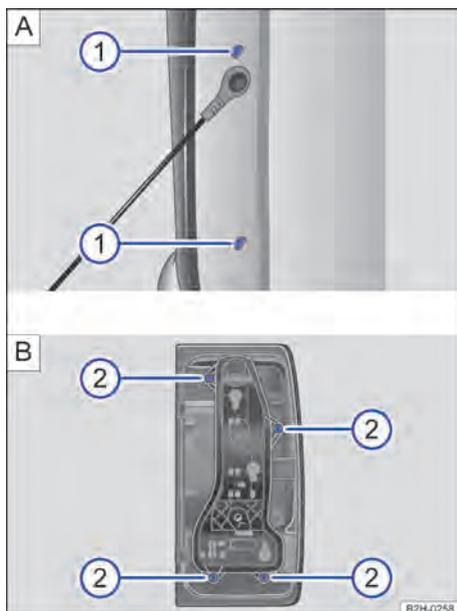

Fig. 145 A: lateralmente no compartimento de carga: remover a lanterna traseira. B: soltar o suporte da lâmpada.
→ Fig. 145 e → Fig. 146
- 3 Remover dois parafusos de cabeça Philips/Torx com a chave de fenda da ferramenta de bordo → Fig. 145 1 A.
- 6 Desrosquear quatro parafusos de cabeça philips com a chave de fenda da ferramenta de bordo → Fig. 145 2 B.
- 10 Com uma mão, segurar a lanterna traseira na posição de instalação e com a outra apertar os parafusos de fixação → Fig. 145 2 B.
- 13 Apertar dois parafusos de cabeça Philips/Torx com a chave de fenda da ferramenta de bordo → Fig. 145 1 A.